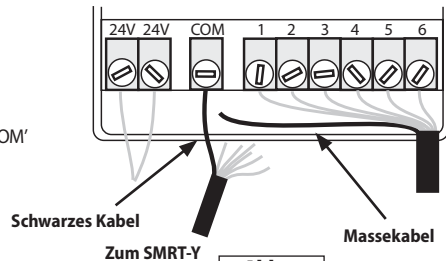

Abb. 7
1. Entfernen Sie alle Kabel von der Masseklemme 'COM' des Steuergeräts. Schließen Sie das schwarze Kabel des SMRT-Y Interface an die Masseklemme 'COM' des Steuergeräts an (siehe Abb. 7).